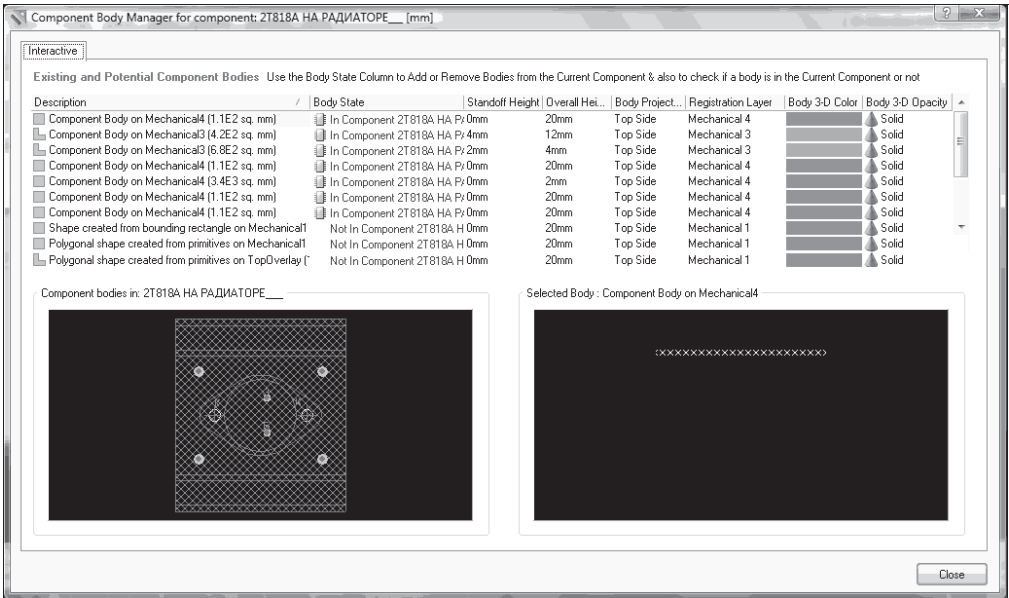

Рис. 2.33. Диалоговое окно интерактивного формирования трехмерных тел компонентов
1. Выбрать компонент в панели **PCB Library** и выполнить команду меню **Tools | Manage 3D Body for Current Component** — откроется диалоговое окно **Component Body Manager for component: <Имя компонента>** (рис. 2.33).